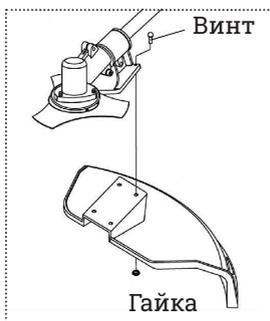

Рис. 3
2. Установить защитный кожух на штангу с помощью прилагаемых винтов и гаек (рис. 3).